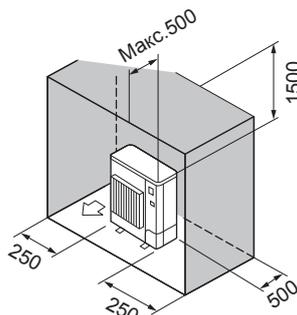

Fig. 2-7
- ⑥ Окружающие предметы - только сзади, с боковых сторон и сверху (Fig. 2-7)